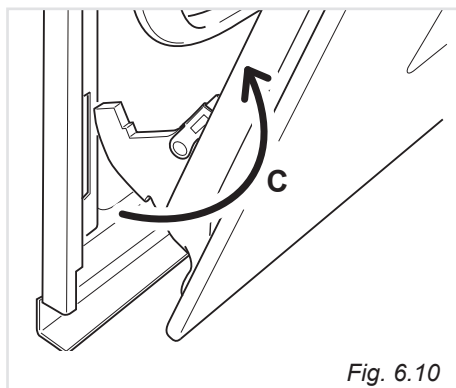

Fig. 6.10
- Estrarre i ganci delle cerniere (destra e sinistra) dal loro alloggiamento (freccia "C" - fig. 6.10).